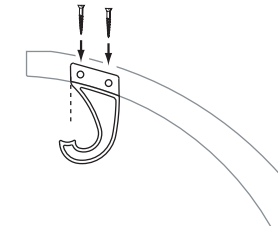

FIG. 5.1
- Fije el gancho en J usando tornillos N° 8 de 1 pulg. (Fig. 5.1)